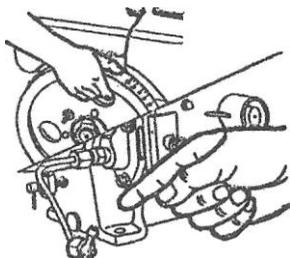

Рис.10
- (1) Аккуратно поворачивайте маховик в рабочем направлении вращения до тех пор, пока топливо не начнет вытекать из открытого конца топливной магистрали; проверьте, совпадает ли метка на бачке с меткой на краю маховика в пределах 20-24° от верхней мертвой точки. В случае несовпадения требуется регулировка (Рис. 10).
- (2) Открутите три болта, фиксирующие выпрыскивающий насос, и снимите насос. После этого отрегулируйте впрыск топлива, увеличив количество регулировочных шайб. Обычно,